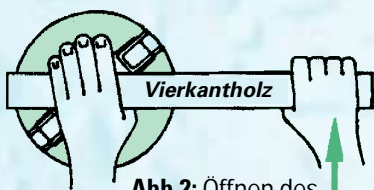

Abb.2: Öffnen des Vorfilterdeckels, falls dieser zu stark geschlossen wurde.
- ▶ In einem nicht geflutetem System wird der Vorfilterdeckel abgeschraubt (siehe Abb.2) und der Vorfilter und die Pumpe mit Wasser gefüllt.
2. Vorfilterdeckel öffnen. Sollte der Deckel zu stark angezogen sein und nicht von Hand geöffnet werden können, ist die Methode wie auf Abb.2 anzuwenden.